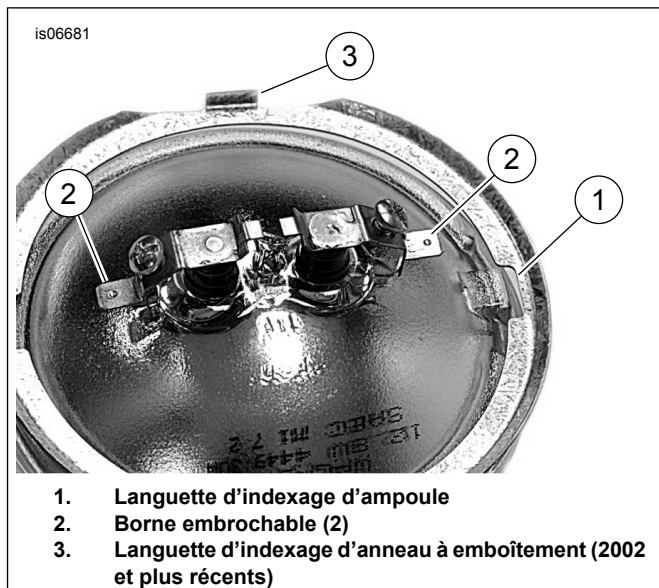

Figure 3. Bornes d'ampoule de feu auxiliaire
8. Voir Figure 3. Placer l'anneau à emboîtement interne sur l'ampoule. Connecter le fil noir à la borne embrochable de l'ampoule à côté de la languette d'indexage d'ampoule (1) sur l'ampoule. Installer le fil gris sur l'autre borne embrochable.